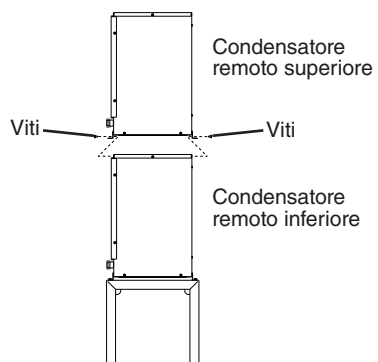

Fig. 15
- 2) Collocare il condensatore remoto superiore sopra quello inferiore. Vedere Fig. 15.